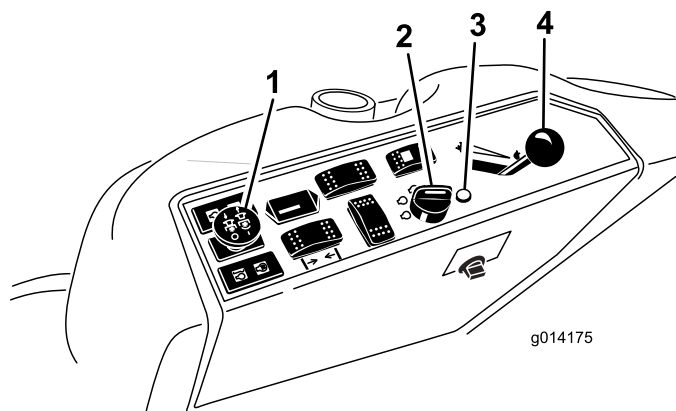

Figure 11
4. Placez la commande de prise de force (PDF) en position désengagée (Figure 11).
5. Réglez la commande d'accélérateur à mi-course entre les positions bas et haut régime (Figure 11).